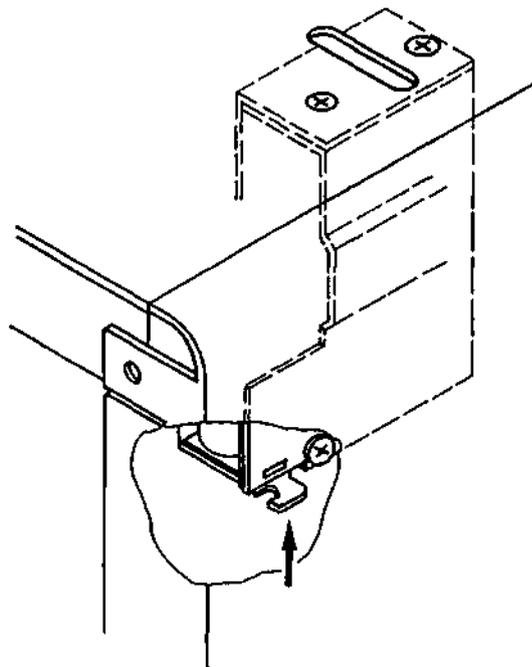

Abb. 13 Notentriegelung
- an der Verriegelung (siehe Abb. 13) unten am Magnet die Notentriegelungstaste nach oben drücken, den Drehgriff in der Frontblende nach links bis zum Anschlag drehen,